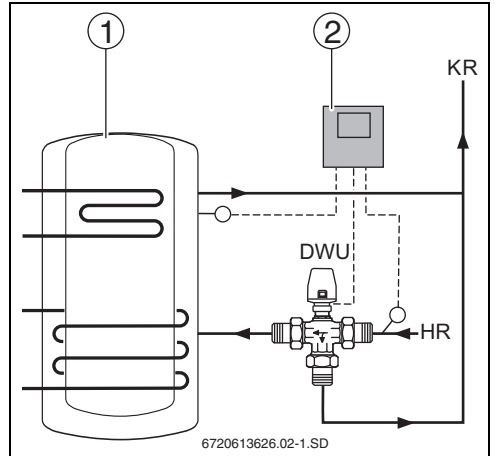

Fig. 8 Vană pentru ridicarea pe tur
► Montați vana cu 3 căi în țeava pe retur între boilerul secundar sau boilerul combi (→ Fig. 8, poz. 1) și cazanul de încălzire, conform următorului tabel.